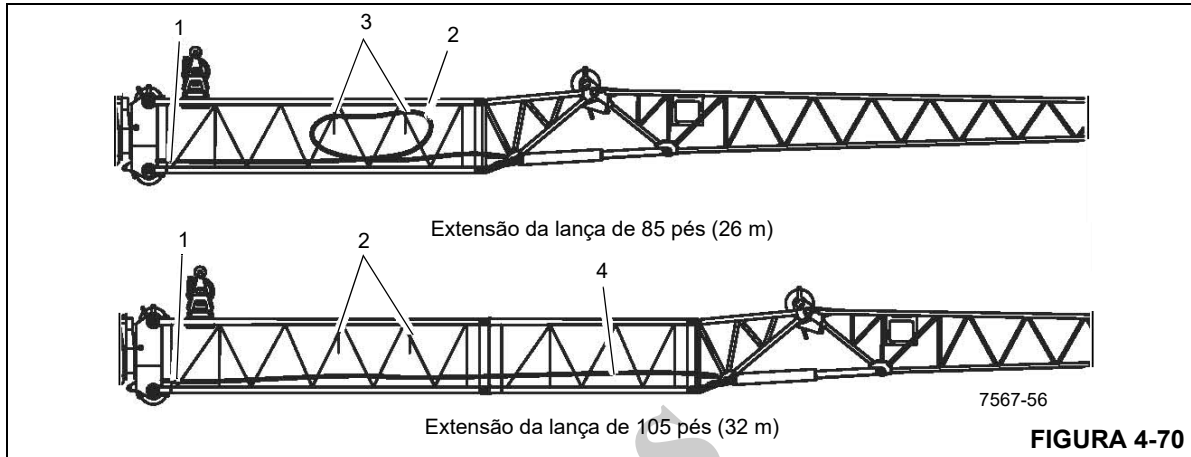

FIGURA 4-70
O cabo elétrico (1) (Figura 4-70) é instalado na extensão de 26 pés (8 m) (2), com a extremidade longa do cabo enrolada nos olhais de armazenamento (3).